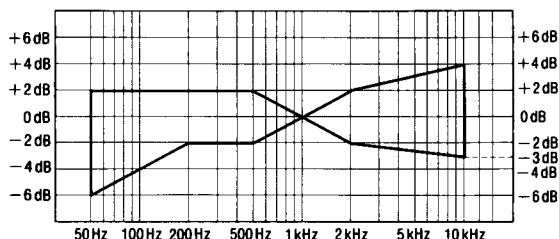

Abb. 8
4. Das in Schritt 2 aufgezeichnete Signal wiedergeben und prüfen, ob der Pegel jeder Ausgangsfrequenz im Bereich liegt, der in Abb. 8 im Vergleich zur Referenzfrequenz (1kHz) gezeigt wird.